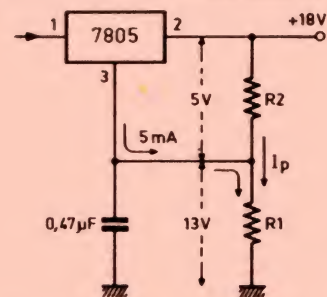

Fig. 8. — Augmentation de la tension de sortie par pont de résistances.
Autre possibilité : utilisation d'un pont de résistances (fig. 8). Il faut savoir que le courant sortant de la connexion masse (3) est de 5 mA. On en tiendra compte pour le calcul du pont.